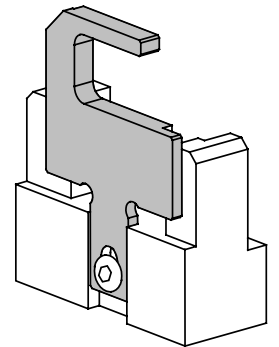

FIG. 1 POSITION DE L'EXTRACTEUR
- 3.1.7) Vérifier la position de l'extracteur (09): pour sertir des connecteurs du type ANE 7-M... et ANE 9 M... il faudra desserrer la vis de fixation correspondante et porter l'extracteur dans la position "complètement levé" (voir Fig. 1). Pour tous les autres types de connecteurs, l'extracteur devra se trouver dans la position "complètement baissé".